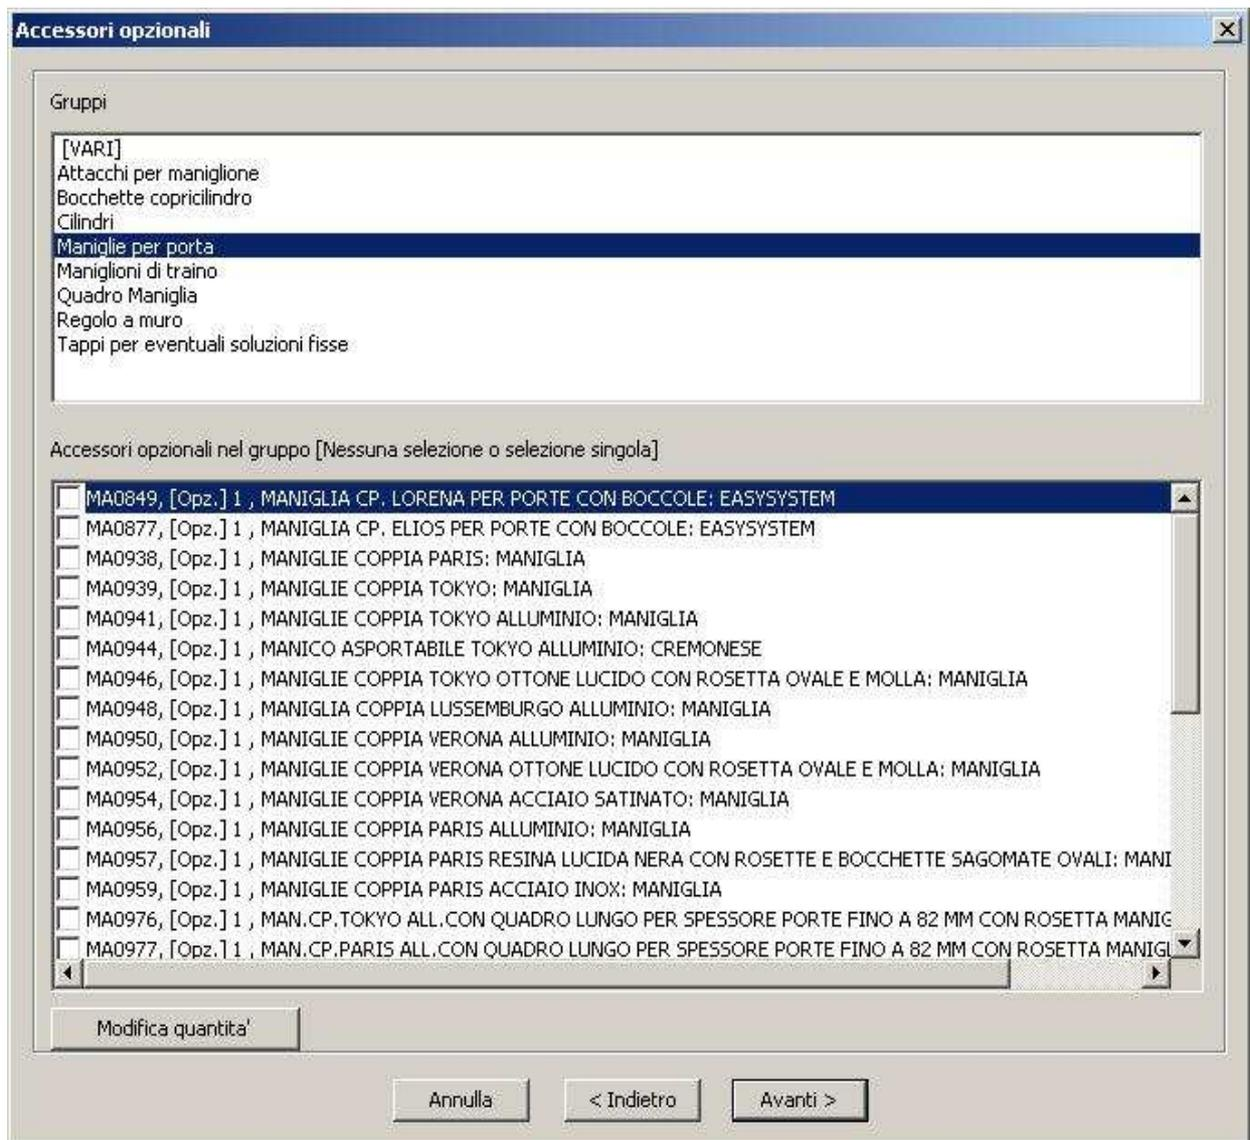

Fig. 10: Scelta accessori opzionali
- Scelta accessori opzionali (Fig. 10)